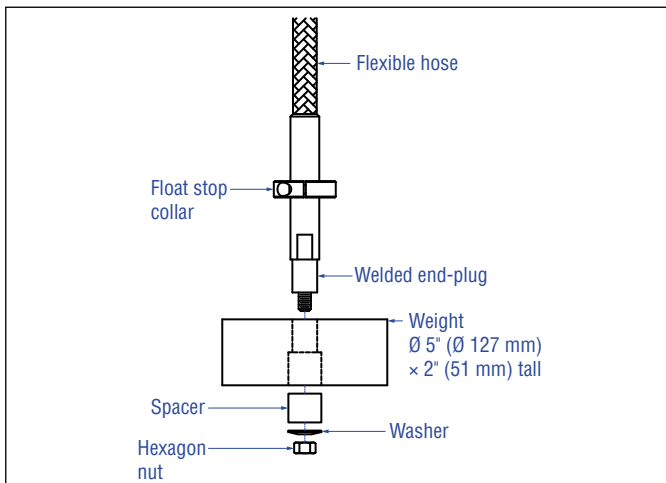
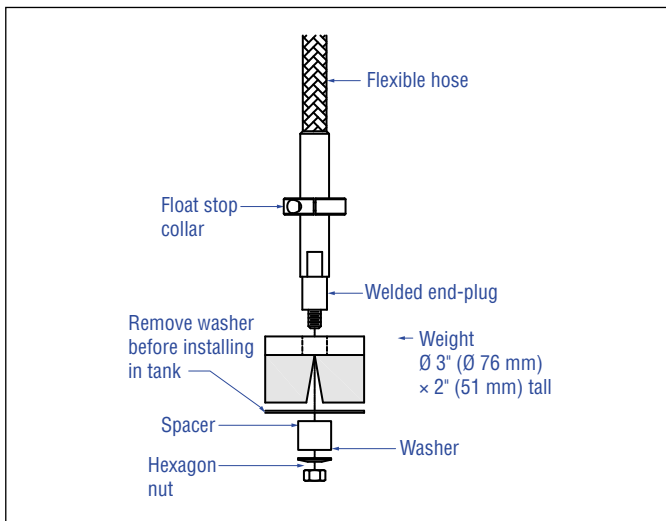
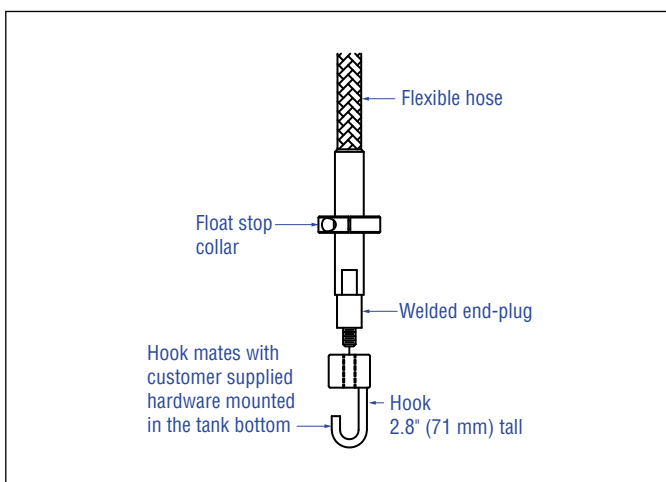

图 6: 底部安装配重
图 7: 底部安装磁铁
图 8: 底部安装固定钩
6. 对于挠性软管，用所提供的螺母、垫片和垫圈安装管道的底部安装部分 (这是管道的底部刚性部分) 并拧紧，如图6、图7和图8所示。对于磁铁，在安装到储罐之前，要拆下垫圈。